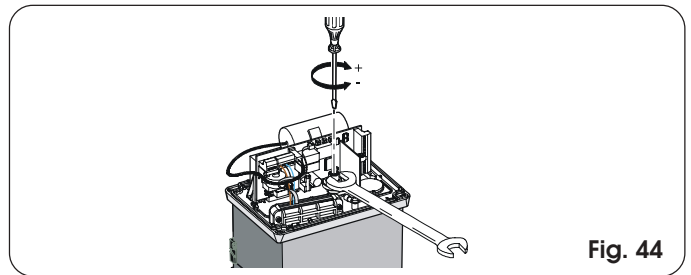

Fig. 44
- 2) Mantenere bloccato l'albero motore tramite una chiave inglese ed agire sulla vite di regolazione della frizione con chiave a brugola o cacciavite come da Fig. 44.